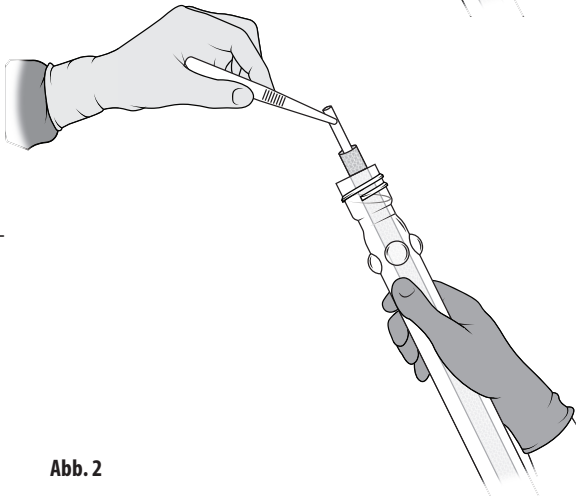

Abb. 2
4. Der Mandrin wird über der Öffnung des Röhrchens schwimmen. Die Prothese aseptisch aus dem Röhrchen entfernen, indem das Ende des Mandrins gefasst und vorsichtig aus dem Röhrchen gehoben wird. Abb. 2. Darauf achten, dass die Prothese die äußere obere Kante des Röhrchens nicht berührt. Das „T“ an der Unterseite des Mandrins verhindert, dass das Transplantat vom Mandrin abrutscht.